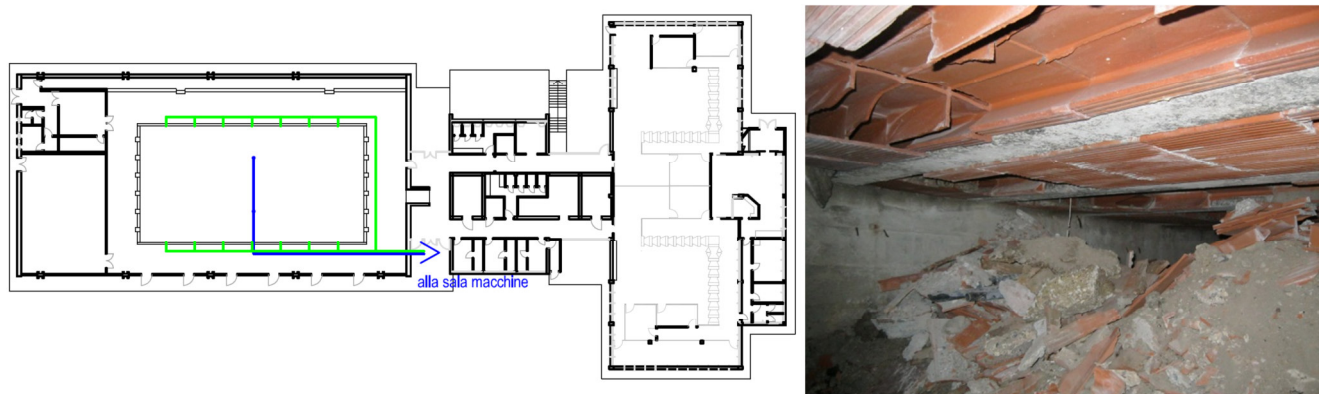

Figura 2 (pianta scarichi e vista dalla botola di ispezione)
- I canali di mandata e di ripresa hanno i percorsi come quelli definiti in figura 2 (in blu il canale di aspirazione ed in verde la mandata)